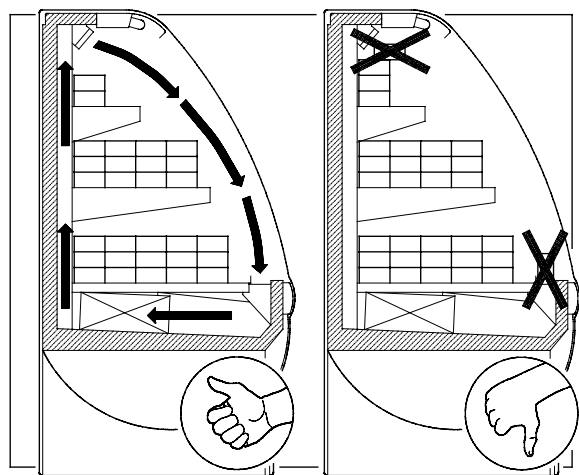

FIG.15
- Non ostruire le feritoie di distribuzione del freddo che garantiscono il corretto flusso dell'aria (FIG.15 pag.4)